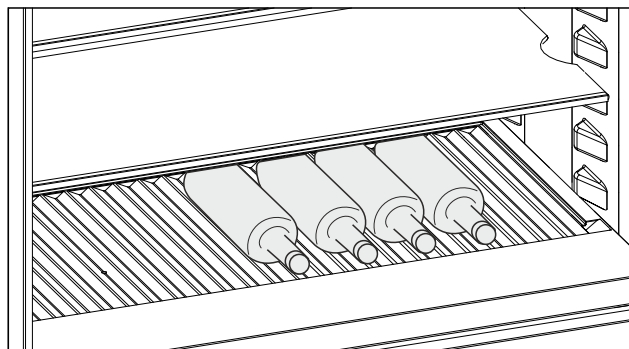

Fig. 143 Ilustrační zobrazení
- Láhve ukládejte dnem dozadu k zadní stěně. (viz Fig. 143)